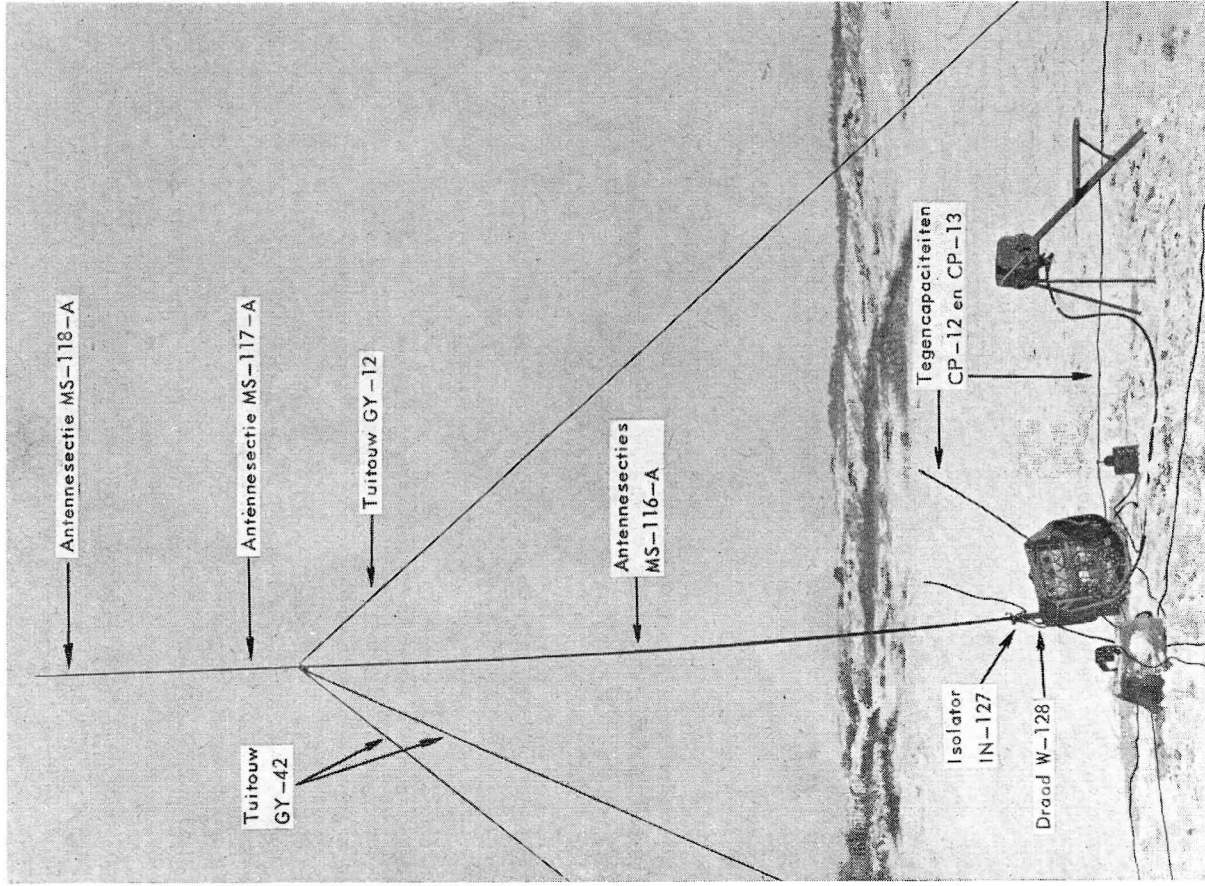

Fig. 13. Het oprichten van de staafantenne
2.5.1 Het oprichten van de staafantenne (zie fig. 13)